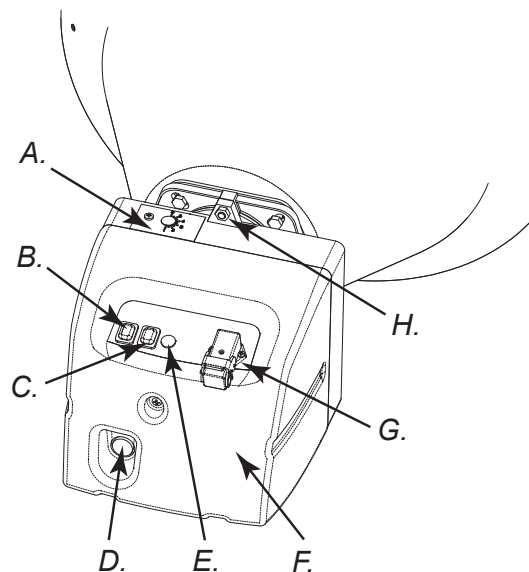
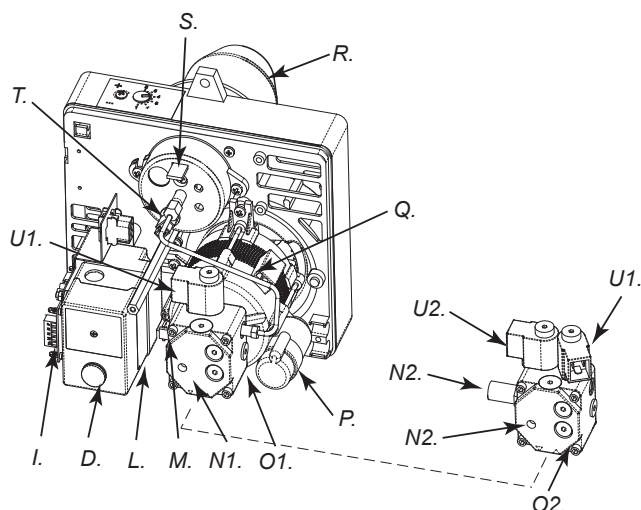

Rysunek 3
Rysunek 4
- Fjern skruen (H Fig. 5), der fastspænder brænderen til forbrændingskammeret (A Fig. 3).
- Tag brænderen ud af forbrændingskammeret (se Fig. 3).
1. Upewnić się, czy w zbiorniku (N na Rys. 4) jest paliwo.
OUWAGA: Przed przystąpieniem do podnoszenia lub przemieszczania nagrzewnicy należy sprawdzić, czy zakrętki zbiornika paliwa (F i H na Rys. 3) są mocno dokręcone.
Promiennik można z łatwością przesuwac i ustawić w pozycji podniesionej dzięki mechanizmowi śrub oczkowych (B Rys. 3 lub Rys. 7). Dzięki temu jest możliwe dopasowanie najlepszej pozycji do ocieplania, odmrażania i osuszania.
Posiadana nagrzewnica może być wyposażona w obrotowe tylne kółko (G na Rys. 3). W takim przypadku, - jeśli pozwala na to materiał, którym wyłożona jest podłoga - nagrzewnicę można przemieścić, popychając ją podobnie jak wózek. Jeśli nagrzewnica nie jest wyposażona w obrotowe tylne kółko, należy odblokować zawias (P na Rys. 4), umieszczony na jednym z bocznych wsporników nagrzewnicy. Przeszawić uchwyty z położenia spoczynkowego (Rys. 8) w położenie transportowe (Rys. 9). Unieść nagrzewnicę, tak aby spoczywała jedynie na dwóch przednich kółkach i przemieścić ją w żądane miejsce.
- Wykręcić śrubę (H na Rys. 5) mocującą palnik (A na Rys. 3) w komorze spalania.
- Wyciągnąć palnik z komory spalania (Rys. 3).